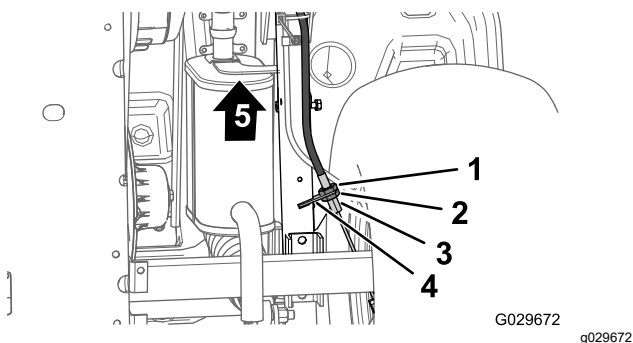

Figura 50
3. Sulla parte inferiore della macchina, allentate di 4 giri il controdado posteriore per il regolatore filettato del cavo del freno di stazionamento (Figura 50).
4. Serrate il controdado anteriore (Figura 50).
- A. Allentate di 1 giro il controdado anteriore (Figura 50) per il regolatore filettato del cavo del freno di stazionamento.
- B. Serrate il controdado posteriore (Figura 50).
- A. Allentate di 1 giro il controdado posteriore (Figura 50) per il regolatore filettato del cavo del freno di stazionamento.
- B. Serrate il controdado anteriore (Figura 50).